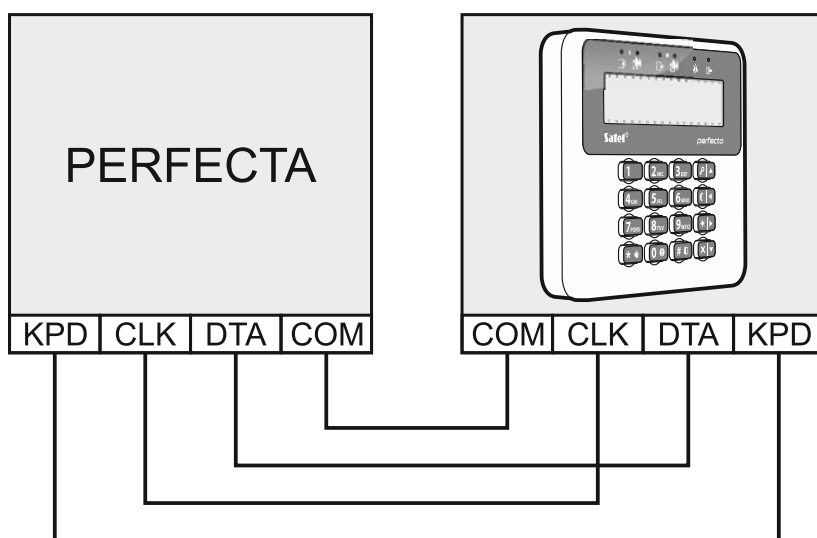

Рис. 4. Способ подключения клавиатуры к прибору.
6. Клеммы клавиатуры подключите к соответствующим клеммам приемно-контрольного прибора (см.: рис. 4).